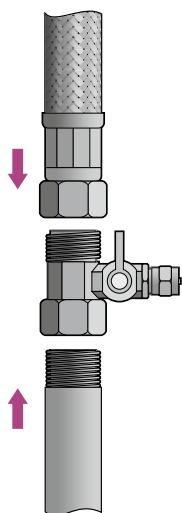
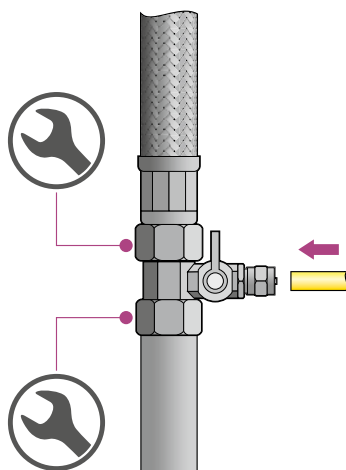

Рис.2
Рис.3
4. Накрутите переходник на трубу (рис. 2) и присоедините гибкую подводку от смесителя (рис. 3).
5. Вставьте трубку в вентиль до упора, затем потяните в обратном направлении для проверки фиксации (рис. 3).